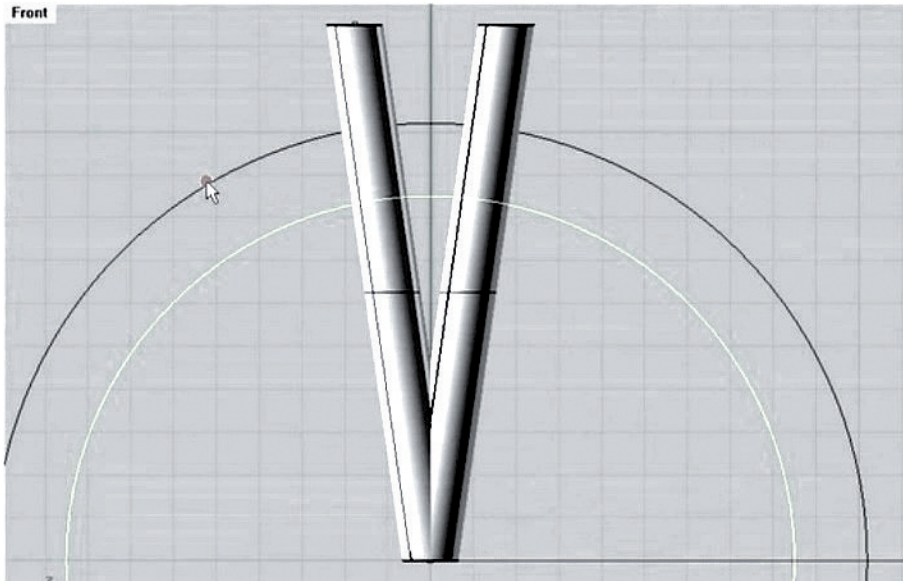

Рис. 105. Окружность для нахождения вспомогательной точки
14. В окне Front выделяем окружность и в панели Fillet Curves выбираем Offset Curve. Строим внешнюю окружность с разницей 1,7 мм (рис. 105).